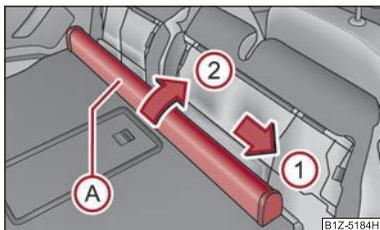

Fig. 78 Sièges AR: Boîtier du filet de séparation pour bagages
- Poussez le boîtier du filet de séparation pour bagages (A) ⇒ fig. 78 en direction de la flèche (1) et sortez-le de l'appui des sièges arrière dans le sens de la flèche (2).